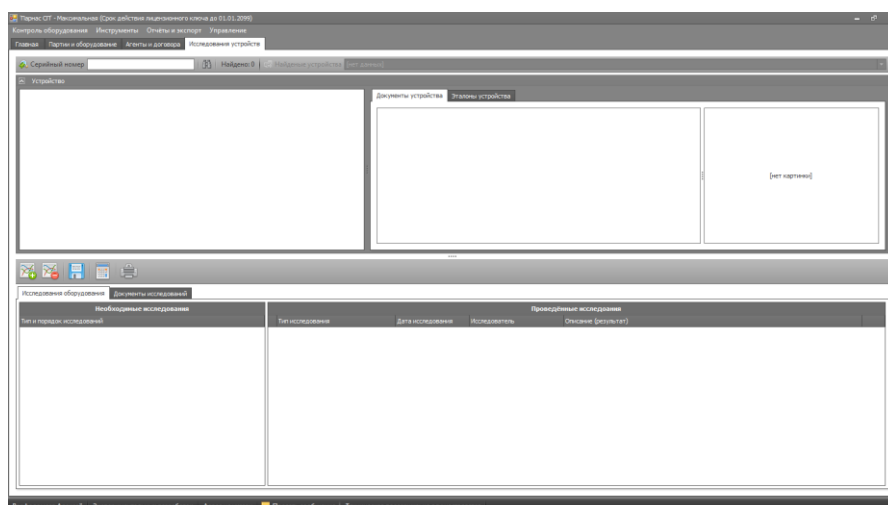

Рисунок 5
- **Формы (Рис. 5)**-могут содержать: